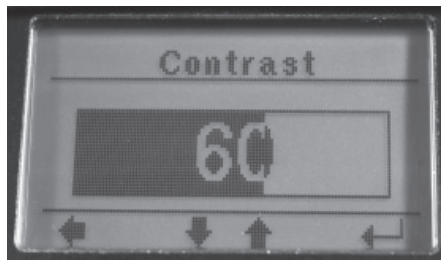

Figura 15. Tela de Contraste
3. Utilize os botões Up/Down para selecionar “Contraste” (Figura 15)